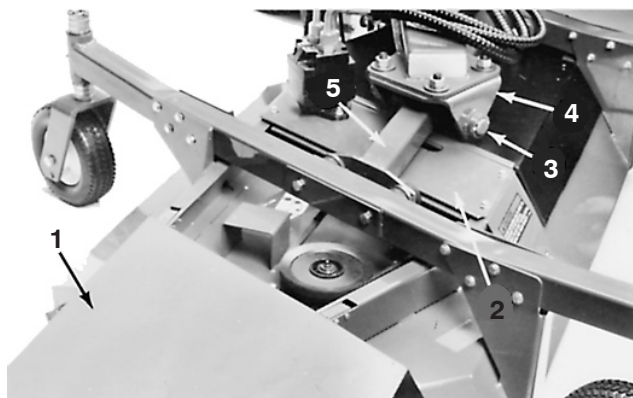

Figure 71
3. Retirez les vis à tête à embase qui fixent la plaque du boîtier d'engrenages au plateau de coupe. Pour séparer l'ensemble plaque et moteur d'entraînement du plateau de coupe, tournez l'extrémité de la plaque vers le groupe de déplacement (Fig. 71). Inclinez l'ensemble plaque, moteur et poulie sur le côté et déposez-le du plateau de coupe. Veillez à ne pas plier, tordre, déformer ou endommager les flexibles hydrauliques.
4. Retirez le contre-écrou de fixation de l'axe de pivot dans la chape et la barre de levage (Fig. 71).